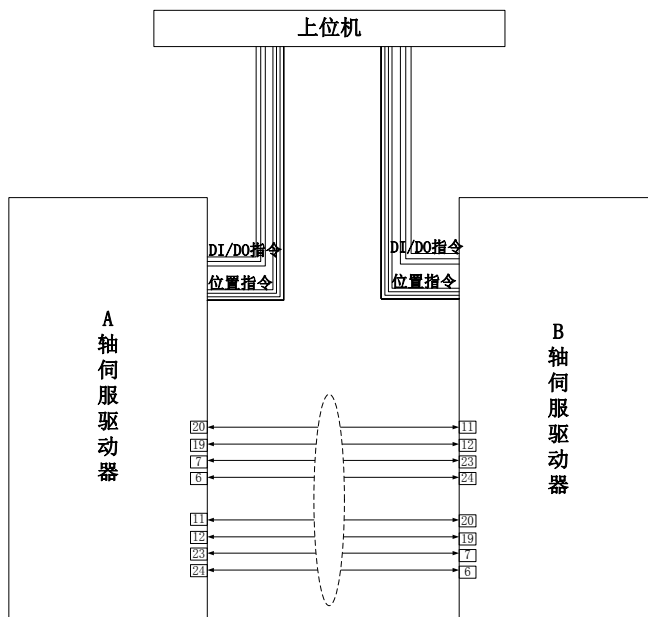

图 6.4.39 龙门同步典型应用接线图
- ★ 参考图 6.4.39 配线说明，进行 DI/DO 信号的连线；